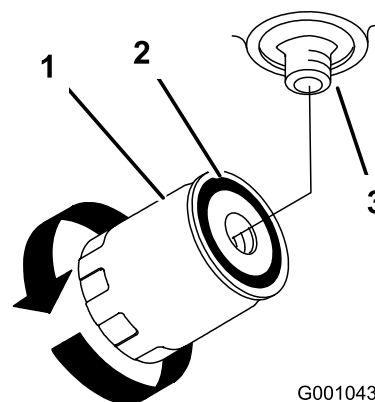

Figure 64
7. Appliquez une fine couche d'huile propre sur le joint en caoutchouc du filtre de rechange (Figure 64).
à huile dans le sens horaire jusqu'à ce que le joint en caoutchouc vienne toucher l'adaptateur du filtre. Serrez ensuite le filtre de 1/2 tour supplémentaire (Figure 64).